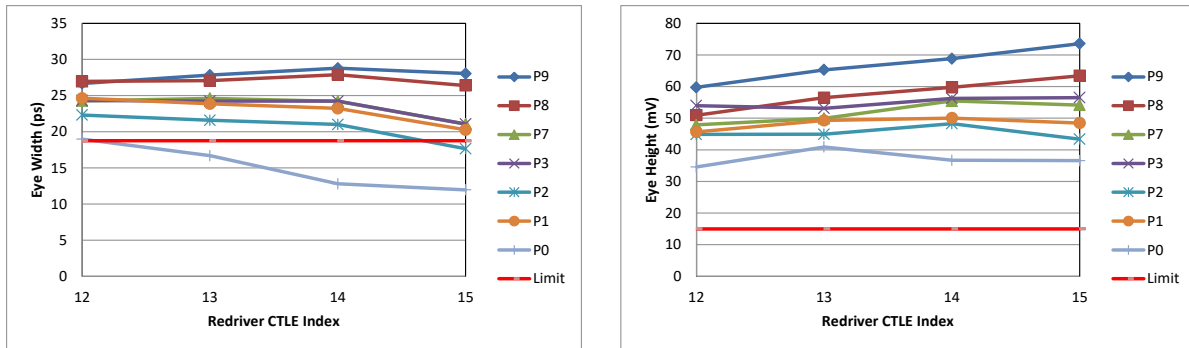
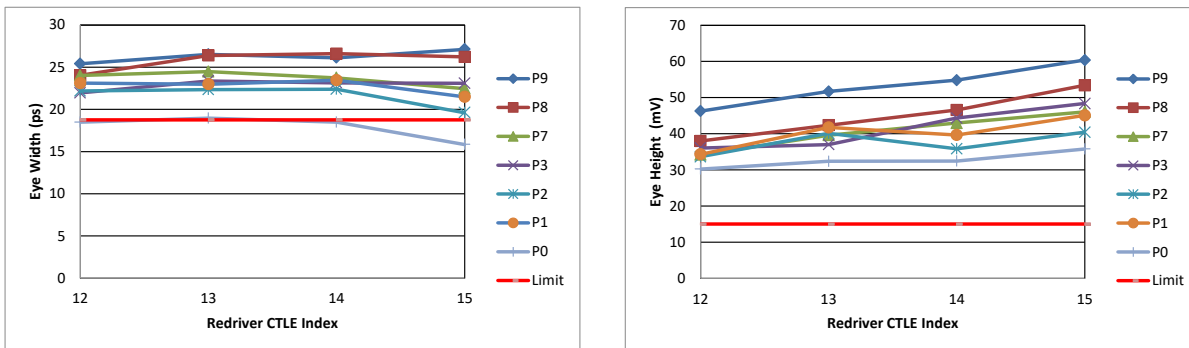

图 4-1. 在 18dB 前置通道损耗和 18dB 后置通道损耗下眼宽和眼高与 PCIe TX 预设和转接驱动器 CTLE 设置之间的函数关系
图 4-2. 在 24dB 前置通道损耗和 18dB 后置通道损耗下眼宽和眼高与 PCIe TX 预设和转接驱动器 CTLE 设置之间的函数关系
调优 CTLE 通常意味着调整其增益曲线以匹配给定通道损耗曲线的倒数。但是，对于 DS160PR410 等 PCIe 转接驱动器而言，CTLE 调优意味着选择适用于大多数 PCIe TX 预设的 CTLE 设置，以确保实现具有足够时序和噪声裕度的稳健 PCIe 链路训练。如图 4-1 和图 4-2 中所示，有多个转接驱动器 CTLE 设置和 PCIe TX 预设，有助于在使用符合 PCIe 的接收器均衡技术进行调节后产生可接受的眼图张开度。这些图显示了 PCIe 一致性测试码型的眼高 (EH) 和眼宽 (EW)，该一致性测试码型使用示波器捕捉，然后由 PCI-SIG 的 SigTest v4.0.48 软件进行后处理，该软件根据 PCIe 4.0 Base 规范对 PCIe 接收器的自适应 CTLE 和 DFE 功能进行建模。
图 4-1 中的每个条目都显示了 PCIe 一致性测试码型的眼高 (EH) 和眼宽 (EW)，该一致性测试码型使用示波器捕捉，然后由 PCI-SIG 的 SigTest v4.0.48 软件进行后处理，该软件根据 PCIe 4.0 Base 规范对 PCIe 接收器的自适应 CTLE 和 DFE 功能进行建模。它还显示了选定的理想 PCIe TX 预设 (如表 2-2 规定)、DS160PR410 转接驱动器 CTLE 设置或 EQ 指数 (如表 2-1 规定) 以及面向给定前置通道和后置通道损耗的 PCIe RX 均衡 (CTLE 和 DFE) 设置。
- 当上游和下游转接驱动器的前置通道损耗至少为 -14dB 时，总通道损耗（前置通道 + 后置通道）可达到 -40dB 或更多（图 4-1）。换言之，将 PCIe 链路扩展到 -40dB 或更高需要将 DS160PR410 转接驱动器放置在距离 PCIe 发送器至少 -14dB 的位置。